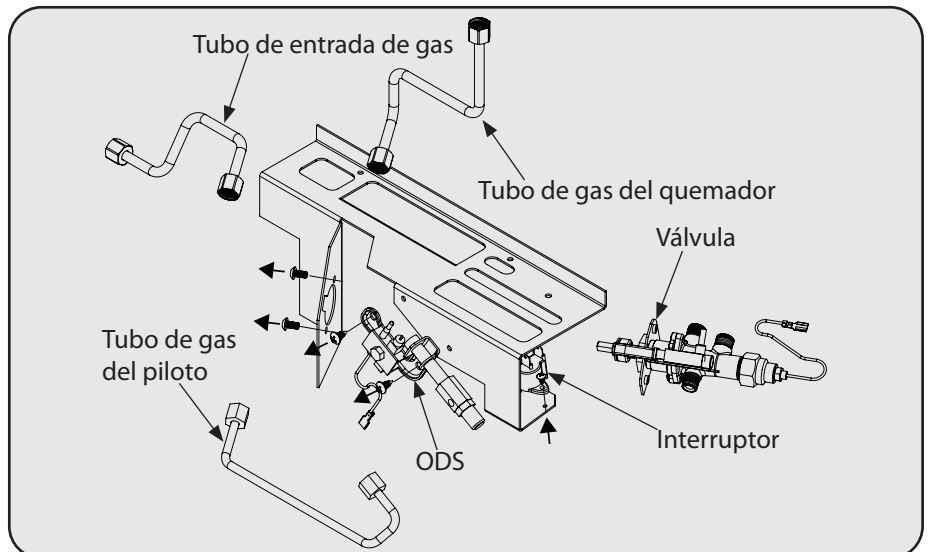

Figura 13
5. Realice los siguientes pasos, cuando sea necesario, para reemplazar los diversos componentes del subconjunto del soporte de control (consulte la Figura 13):